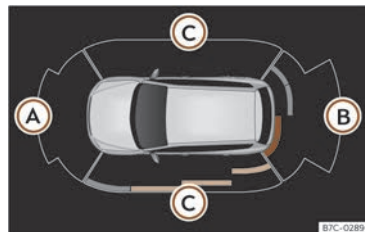

Fig. 128 Visualización de ayuda al aparcamiento en la pantalla del sistema de infotainment.
Los parachoques llevan sensores integrados. Cuando detectan un obstáculo, lo indican mediante señales acústicas y en el sistema de infotainment >>> **fig. 128**.
Para poder visualizar toda la periferia del vehículo, hay que mover el vehículo unos metros hacia delante o hacia atrás. Así se rastrean las zonas que faltan y se muestra la presencia de obstáculos en las zonas laterales del vehículo >>> **fig. 128 (C)**.